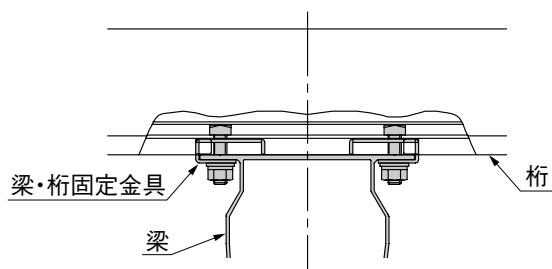

図6-2 梁・桁納まり図
- ③ 梁の長孔加工部に梁・桁固定金具を取付けてください。
- ④ 桁を梁の上に乗せて、7-3が梁・桁固定金具と梁の長孔加工部を貫通するように設置してください。(図6-2参照)
- ⑤ 柱から桁端部までの寸法が家側・道路側で均等になるよう調整してください。
- ⑥ 7-5、7-6、7-7を7-3に仮止めしてください。